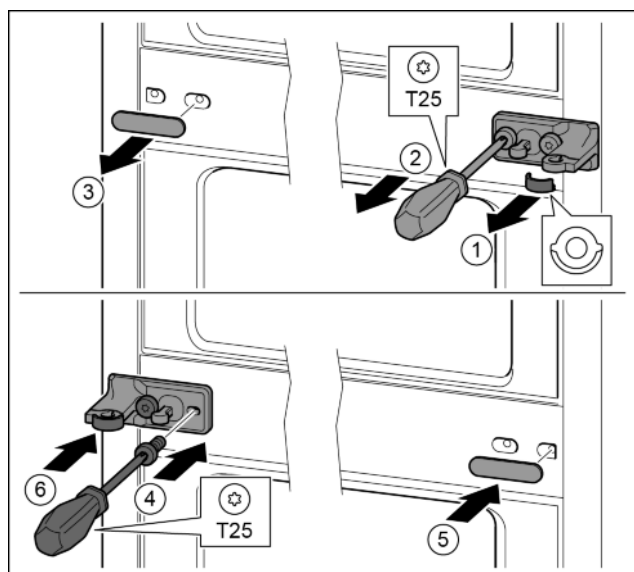

Fig. 29
- Zdjąć podkładkę. Fig. 29 (1)
- Śruby wykręcić przy pomocy śrubokręta T25. Fig. 29 (2)
- Ostrożnie zdjąć osłonę. Fig. 29 (3)
- Płytkę zawiasu wraz z folią obrócić o 180° przykręcić z drugiej strony. Fig. 29 (4)
- Osłonę obrócić o 180° założyć z drugiej strony. Fig. 29 (5)
- Podkładkę wsunąć od przodu. Fig. 29 (6)